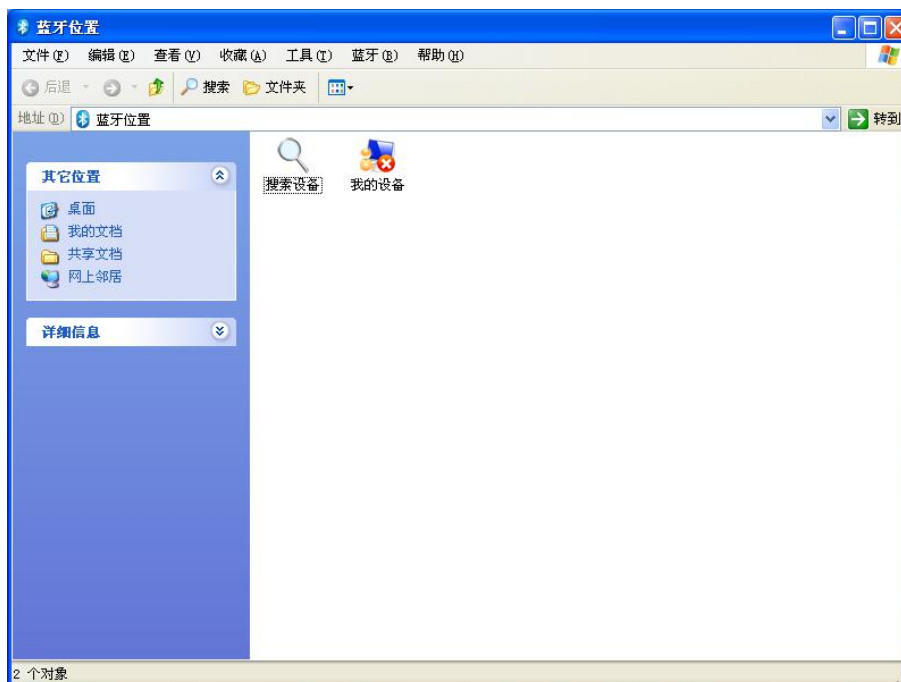
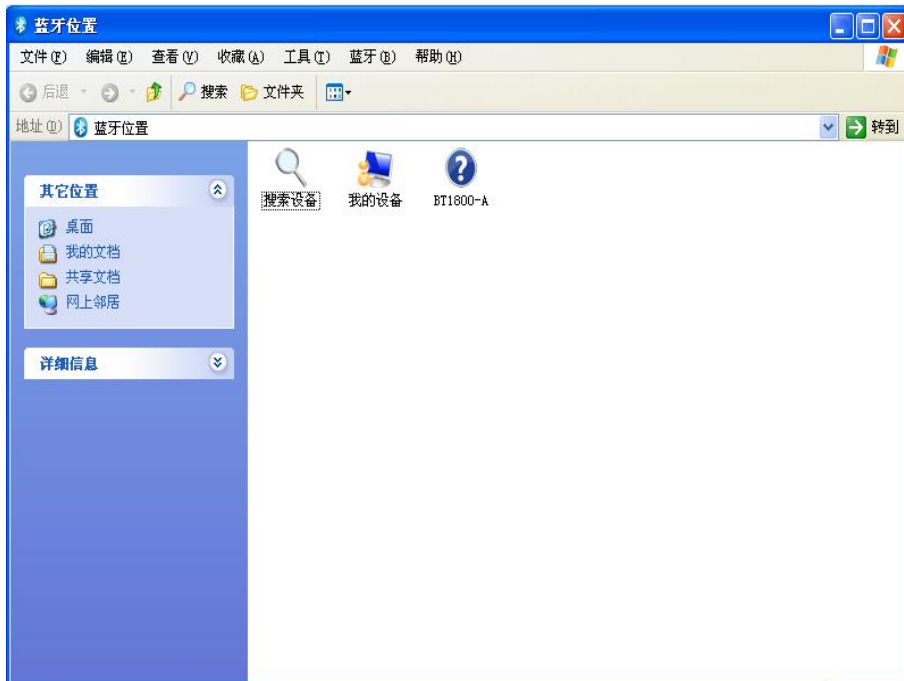

图 26
图 27
3.9 运行后如图，打开主机电源，蓝牙功能准备就绪，双击搜索设备，稍后系统将找到测试设备名为 BT1800 蓝牙模块，双击运行名为“BT1800-A”，如图 26、图 27。